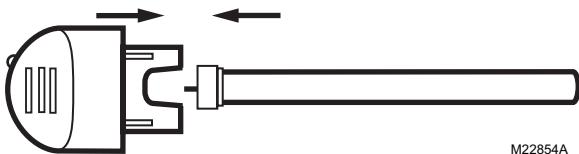

Fig. 6. Coloque el vidrio de la lámpara en el soporte.
9. Inserte el nuevo vidrio de la lámpara en el soporte, alinee la llave y presiónelos para que se unan. Vea la Fig. 6.